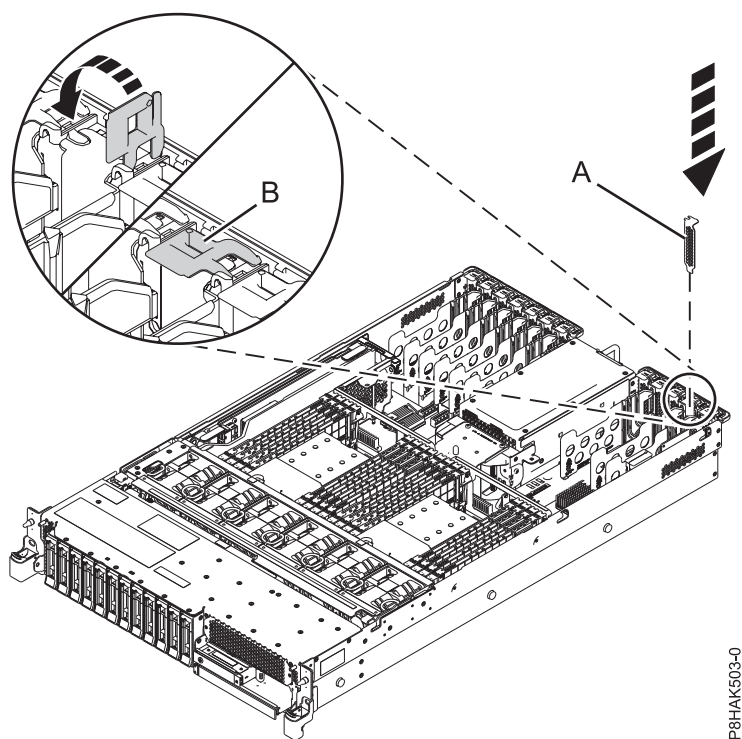

Figure 21. Installation d'un obturateur dans un emplacement de carte PCIe sur un système 5148-21L, 5148-22L, 8247-21L, 8247-22L, 8284-21A ou 8284-22A
- a. Saisissez avec précaution la contre-poupée de l'obturateur et alignez l'obturateur avec l'emplacement et son connecteur sur le fond de panier du système, comme illustré dans la figure 21.